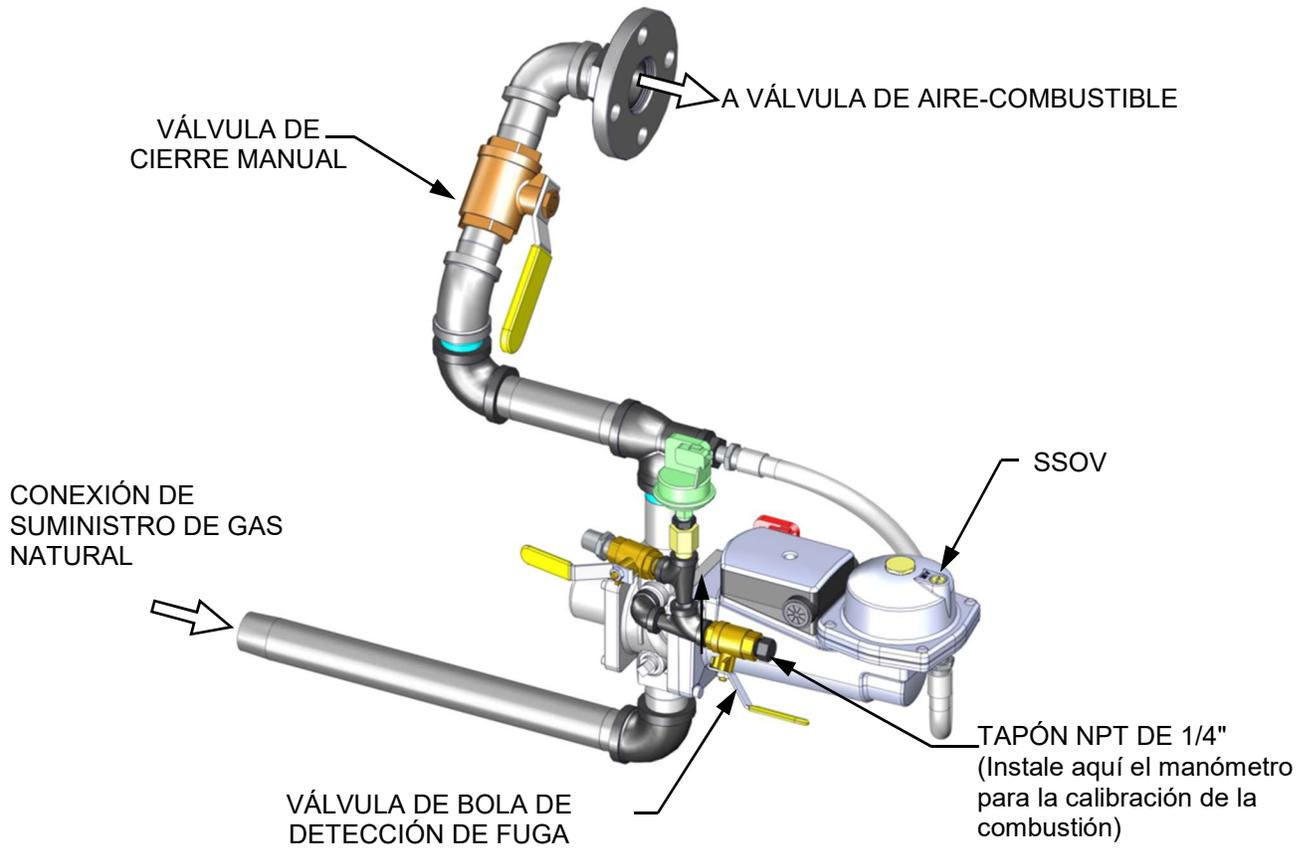

Figura 4-1a: Ubicación de conexión de gas de 1/4 pulgadas de BMK 750 y 1000
3. Retire el tapón de 1/4" NPT de la válvula de bola de detección de fuga en la parte posterior de la SSOV, como se muestra en la Figura 4-1a – 4-1d.